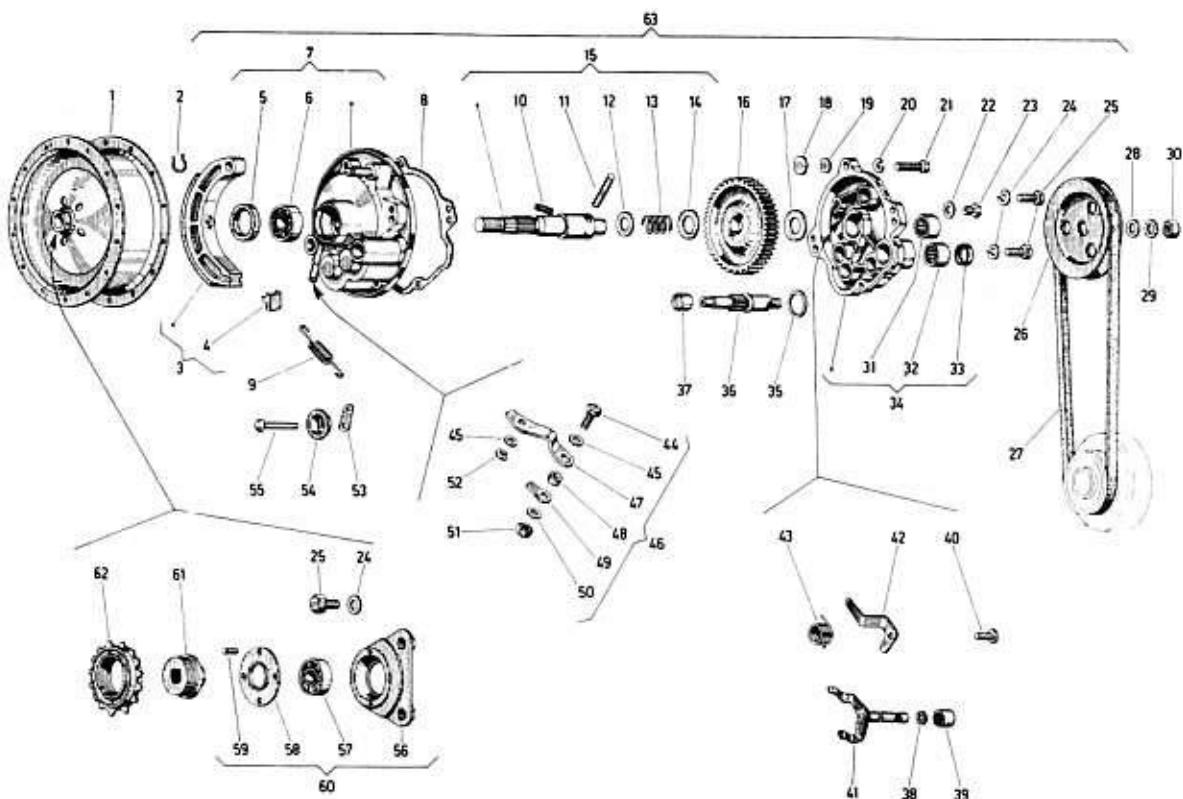

Bild 54 Hinterradnabe – Eingangmodelle
- Um Zugang zur Antriebseinheit in der Hinterradnabe zu erhalten, muss zuerst das Hinterrad ausgebaut werden (Bild 54).